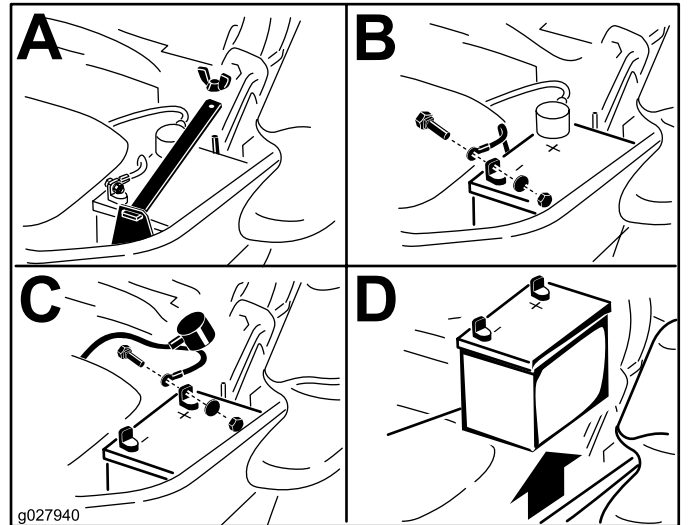

Figure 55
3. Débranchez le câble négatif (noir) de la batterie de la borne négative (-) de la batterie (Figure 55).
4. Enlevez le capuchon rouge de la borne positive (rouge) de la batterie et débranchez le câble positif (+) (Figure 55).
5. Retirez l'écrou à oreilles qui fixe la barrette de maintien de la batterie (Figure 55).
6. Déposez la barrette de maintien (Figure 55).
1. Placez la batterie dans son support en tournant les bornes à l'opposé du réservoir hydraulique (Figure 55).
4. Fixez les câbles avec 2 boulons, 2 rondelles et 2 contre-écrous (Figure 55).
6. Reposez la barrette de maintien et fixez-la avec l'écrou à oreilles (Figure 55).